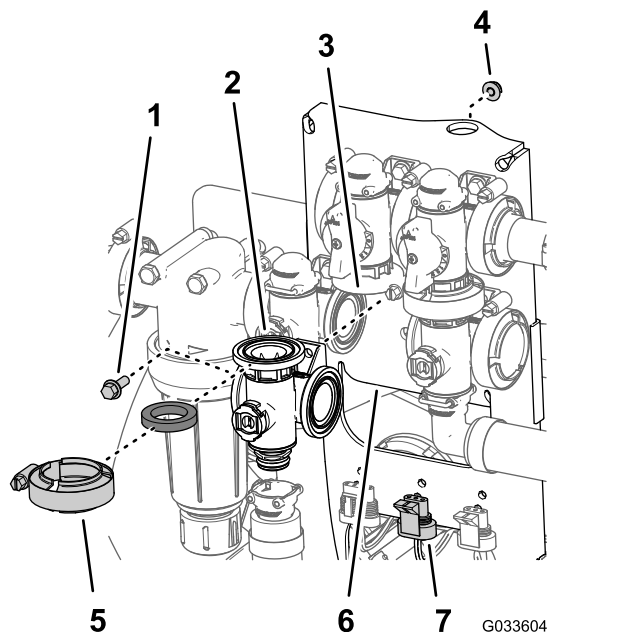

Figura 127
1. Alinee la brida del distribuidor de la válvula de agitación, una junta y la brida del la válvula de desvío de agitación (Figura 127).
9. Monte la válvula de agitación en el soporte de la válvula con el perno con arandela prensada y la contratuerca con arandela prensada (Figura 127) que retiró en el paso 3 de Retirada de la válvula multivía de agitación (página 84), y apriete el perno y la tuerca a 10–12 N·m.